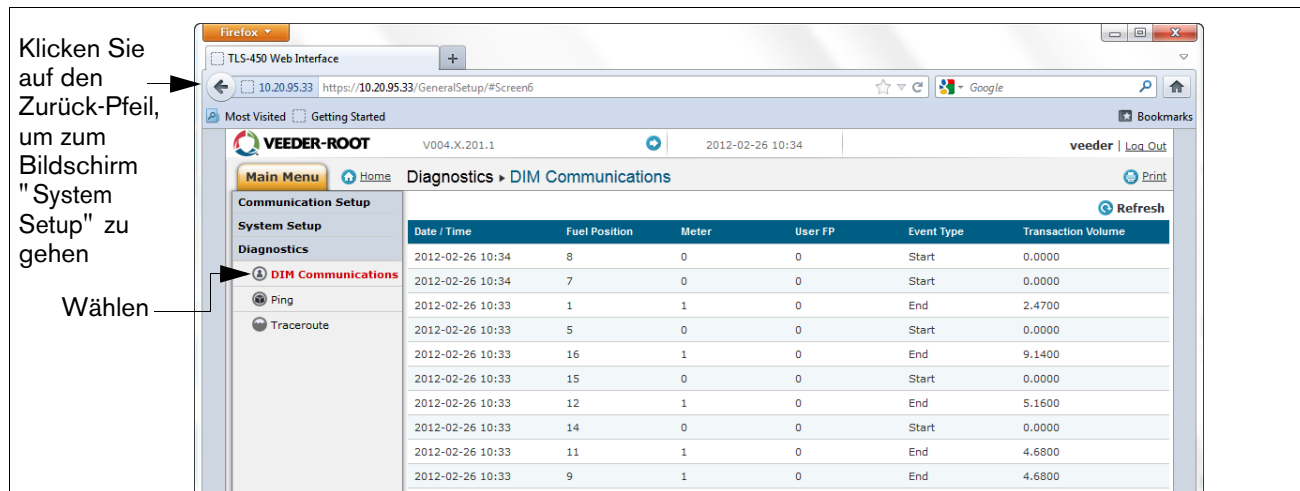

Abbildung A-10. DIM-Kommunikation prüfen
12. Klicken Sie auf der Seite "Diagnostics" (unten links in der obigen Abbildung) auf "DIM Communications", um sicherzustellen, dass die DIM-Kommunikation erfolgreich vom Datenlogger aufgezeichnet wird. Transaktionen, die nach der Konfiguration des Datenloggers vorgenommen werden, werden auf dem Bildschirm angezeigt (siehe Beispiel in Abbildung A-10.).